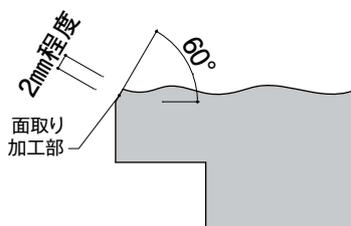

図3 面取り加工
- ▶モエン出隅側表面、端部にヤスリ等で面取り加工を施す。(図3参照)